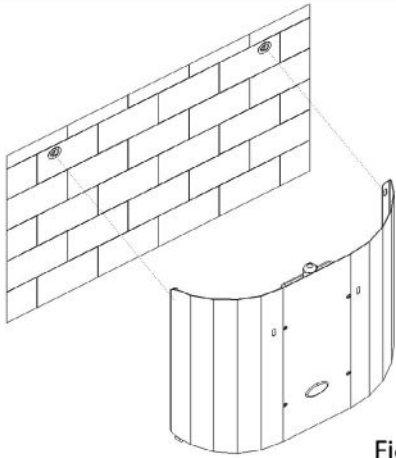

Fig.1
Das Art.700 lässt sich in zwei verschiedenen Positionen an der Wand installieren: Mit den Leuchten und dem Klebepapier zur Wand oder ins Rauminnere gerichtet. (Abb. 1 und 2). Im ersten Fall sind die auf dem Papier festklebenden Insekten außer Sichtweite, doch die Leuchten haben eine geringere Reichweite, während im zweiten Fall die volle Reichweite der Leuchten genutzt wird, was aber den Anblick der auf dem Papier festklebenden Insekten mit sich bringt. Es empfiehlt sich, das Gerät in öffentlichen Räumen oder in Umgebungen, in denen ästhetische Gesichtspunkte eine Rolle spielen, mit den Leuchten zur Wand gerichtet zu befestigen. Ansonsten wird empfohlen, das Gerät an der Decke, oder, mit den Leuchten nach dem Innen des Raums gerichtet, an der Wand zu installieren, um von der maximalen Reichweite zu profitieren.
- Entscheiden Sie unter Berücksichtigung oben genannter Erwägungen, ob das Art.700 gemäß Abb. 1 oder 2 montiert werden soll.
Schrauben Sie die Haken fest und hängen Sie das Gerät mithilfe der passenden Ösen auf, wie in Abb. 1 und 2 dargestellt.